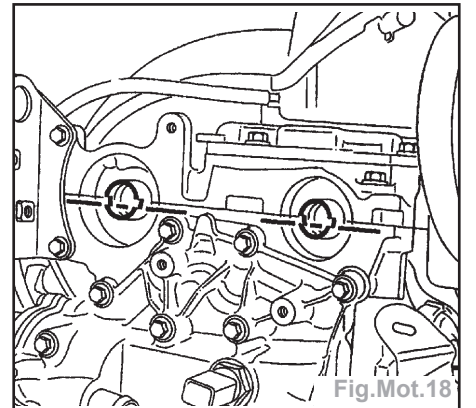

Fig.Mot.18
- Vérifier que la position des rainures des ACT soit identique à celle du dessin (Fig. Mot.18).
- Positionner les rainures des arbres à cames à l'aide du **Mot. 799-01** (immobilisateur des pignons pour courroie crantée de distribution) comme indiqué sur le dessin (Fig.Mot.18).
- Mettre en place (sans forcer) le **Mot. 1496** de calage des arbres à cames (Fig.Mot.21) (les rainures des arbres à cames doivent être horizontales (Fig.Mot.18)). Si l'outil ne s'engage pas, il faut refaire le calage de la distribution et la tension.
- Positionner les rainures des arbres à cames, en serrant respectivement les deux anciens écrous des pignons des arbres à cames sur les goujons en bout des arbres à cames (Fig.Mot.18).